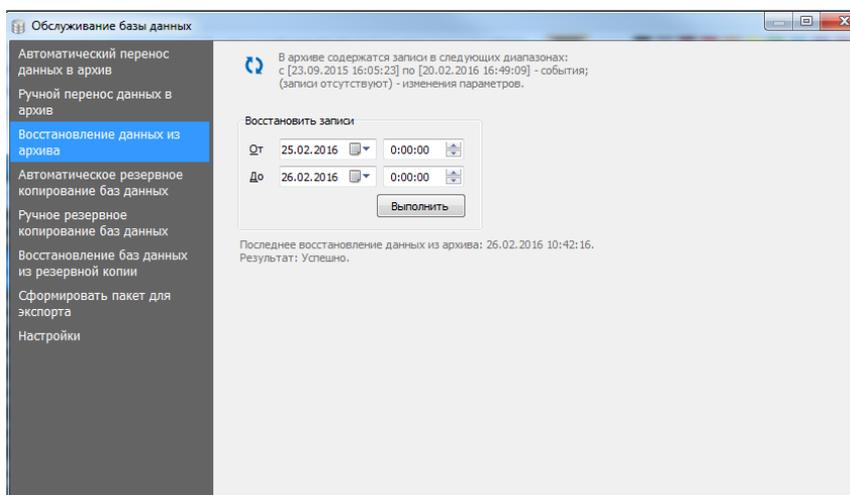

Рисунок 27.6 Вкладка Восстановление данных из архива
- 1) Перейти на вкладку **Восстановление данных из архива** (Рисунок 27.6).